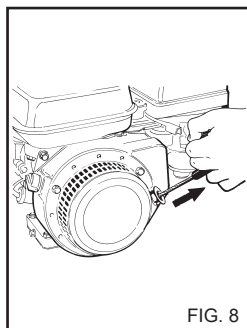

FIG. 8
4) Start de verbrandingsmotor door aan de zichzelf opwikkelende kabel te trekken (fig. 8).